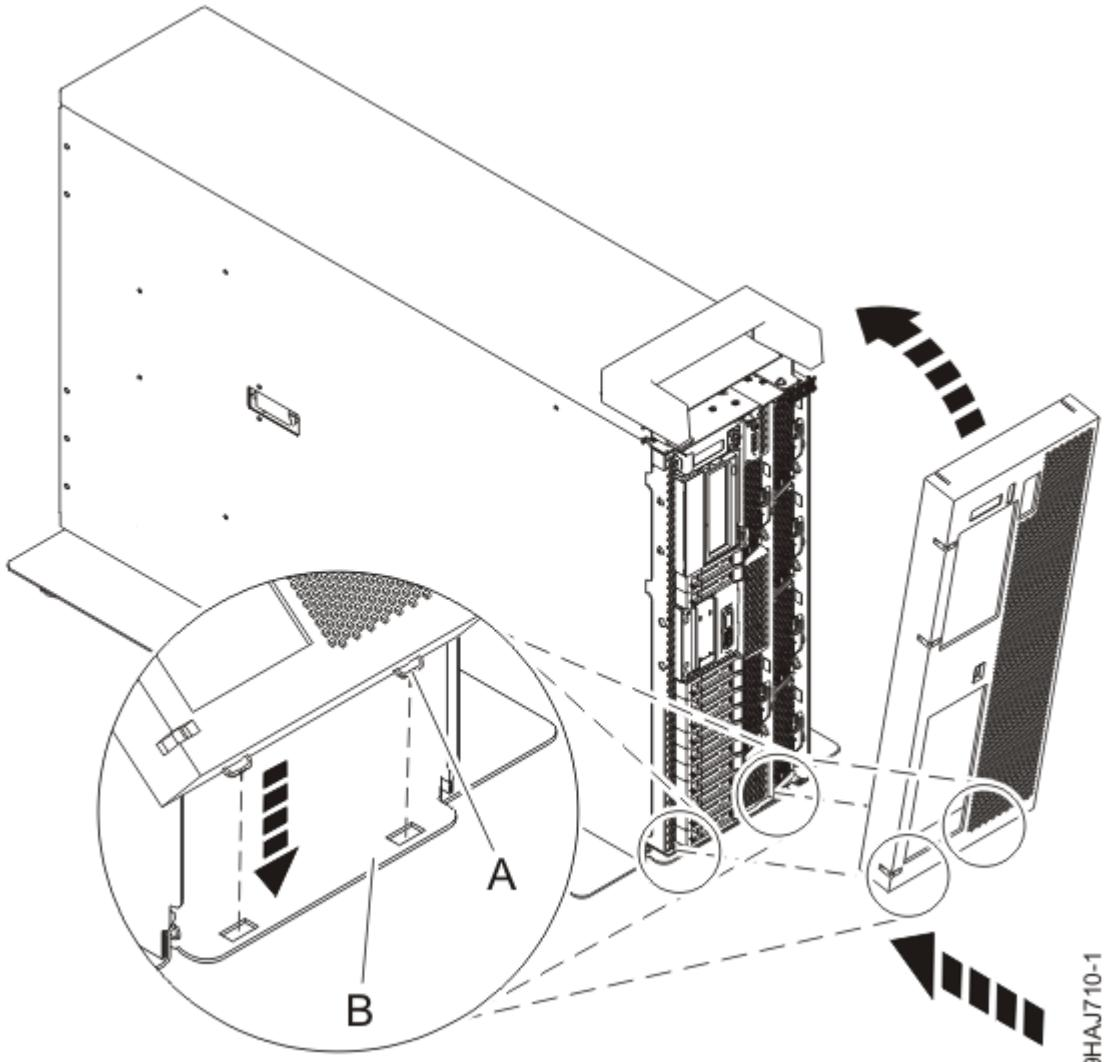

図 46. 前面カバーおよび前面ドアの取り付け
- 48 ページの図 46 に示すように、2つのカバー・タブ (A) がベース・プレート (B) のスロットに収まるように、カバーを位置合わせします。